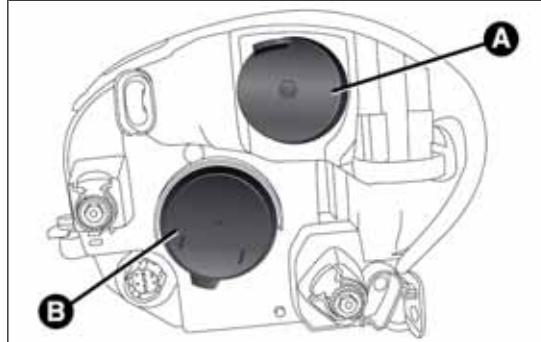

fig. 170
La disposizione delle lampade è la seguente fig. 170:
- rimuovere il coperchio A fig. 170;
- rimontare infine il coperchio A fig. 170.
- rimuovere il coperchio B fig. 170;
- rimontare infine il coperchio B fig. 170.